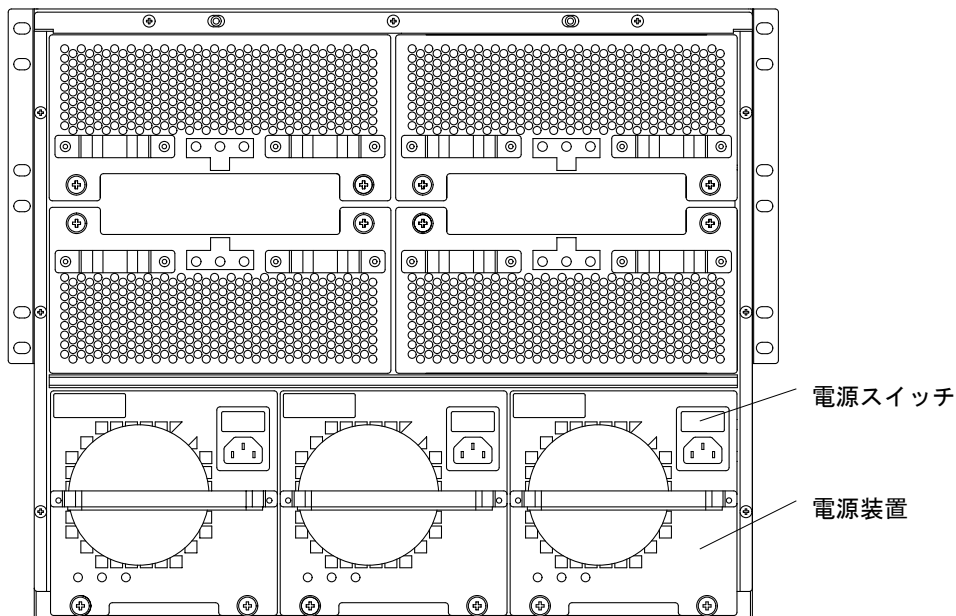

図 2-5 Sun Fire 3800 システムの電源装置 (背面図)
4. Sun Fire 3800 システムを使用している場合は、各電源装置の電源スイッチをオフにします (図 2-5)。
4. Sun Fire 3800 システムを使用している場合は、各電源装置の電源スイッチをオンにします (図 2-5)。